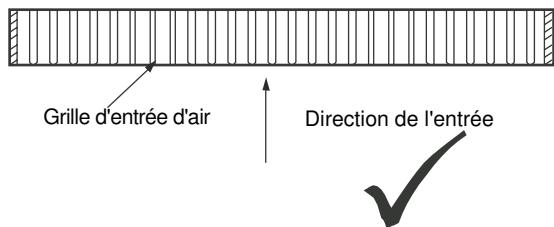

Figure 3.11
- 1) Veillez à ce que l'angle de la grille d'aération soit parallèle à la direction de l'entrée d'air lorsque vous fabriquez le panneau d'entrée d'air du caisson de reprise. Voir la figure 3.11.